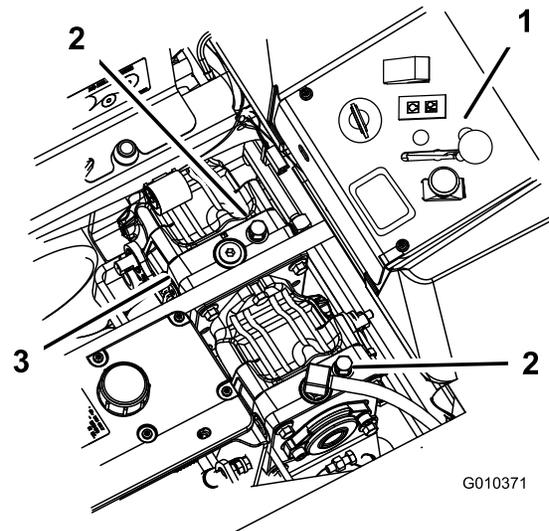

Figure 41
3. Tournez les vannes de dérivation d'un tour dans le sens antihoraire pour pousser la machine (Figure 41).
Tournez les vannes de dérivation d'un tour dans le sens horaire pour conduire la machine (Figure 41).